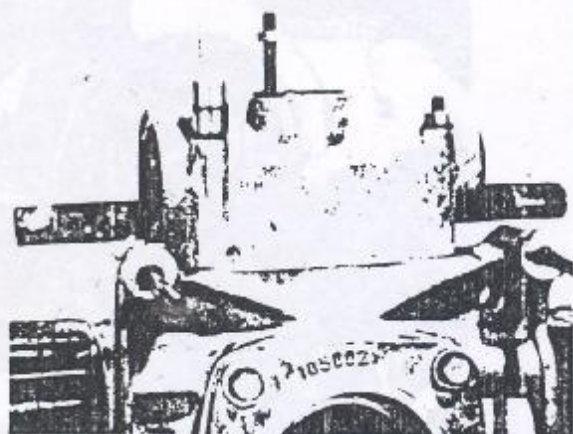

Figura 1.01.6 - Coletor central de admissão
11. Desapertar as porcas de fixação do coletor central, e remover as porcas e arruelas (Figura 1.01.6); remover o coletor central, e a respectiva junta.